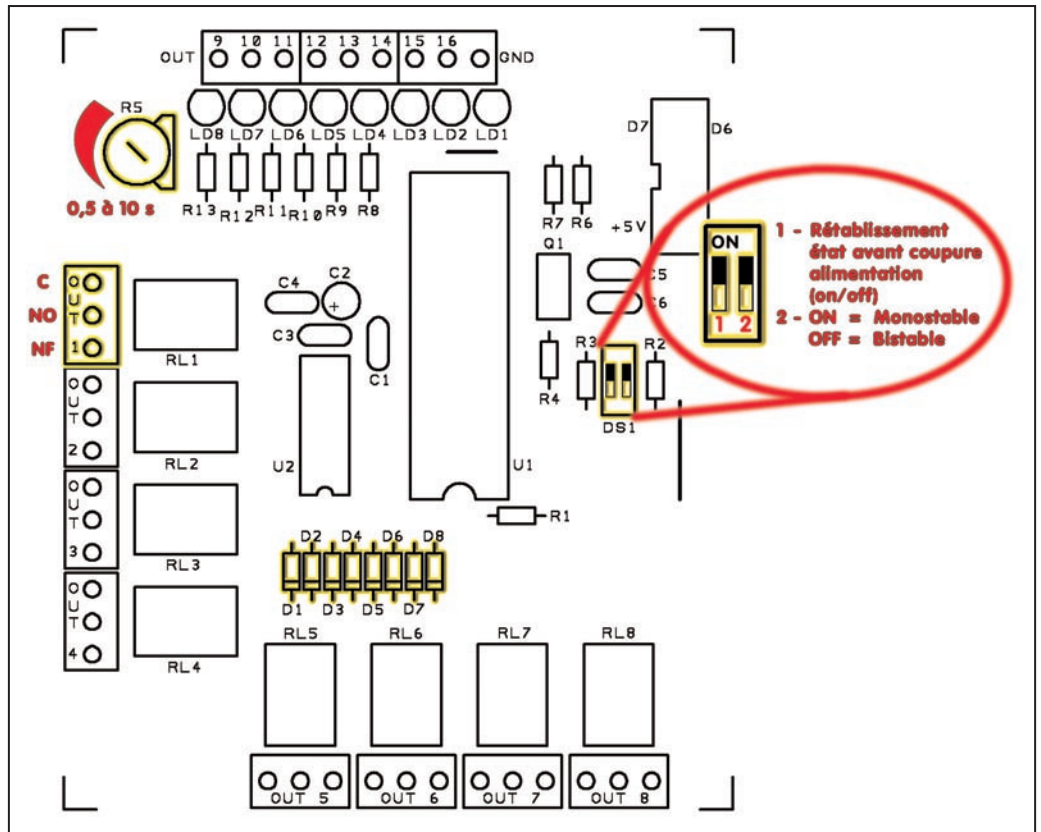

Figure 3: Paramétrage de l'interface.
Les 8 premières, commandent directement un relais dont les trois contacts, commun (C), normalement fermé (NF) et normalement ouvert (NO) sont disponibles (voir figure 3). Les 8 sorties restantes sont directement les lignes de sortie du microcontrôleur raccordées sur un bornier.
Une dernière précision doit être faite sur le mode de fonctionnement des 8 premières sorties qui peuvent être programmées indépendamment les unes des autres, soit en mode monostable, soit en mode bistable, grâce aux diodes D1 à D8 (voir figures 3 et 4).